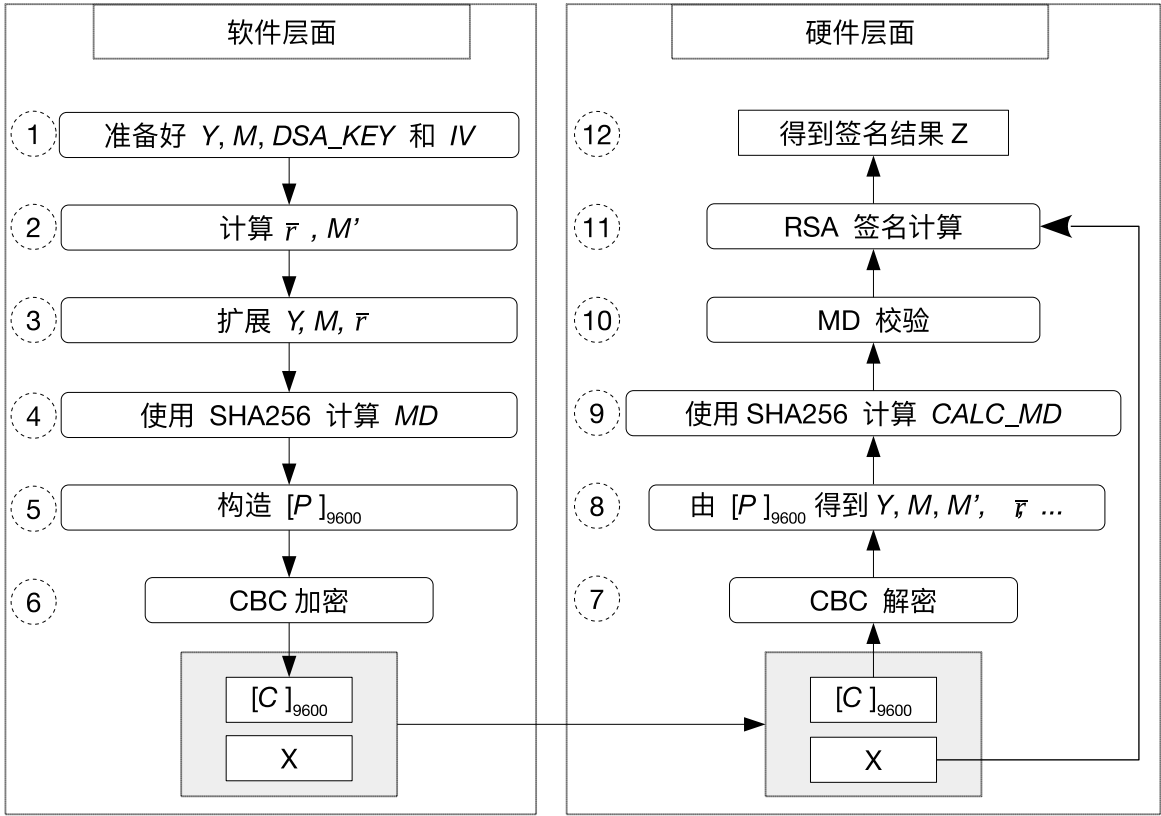

图 27.3-1. 软件准备工作与硬件工作流程
如果用户想使用 DSA 模块进行数字签名, 则需要提前做好软件准备工作, 如图 27.3-1 所示。图中左半部分列出了在硬件开始 RSA 签名计算之前软件需要做的准备工作, 右半部分则列出了硬件在整个签名计算过程中的计算流程。
1. 即便有多次签名计算，也只需进行一次软件准备工作（图 27.3-1 左侧），但每一次签名计算都需要重新进行硬件运算（图 27.3-1 右侧）。
用户需要依照图 27.3-1 左侧中指定的步骤来计算 C 。详细过程如下：
1. 解析阶段，即图 27.3-1 中的步骤 7 和步骤 8
解析过程是图 27.3-1 中步骤 6 的逆过程。DSA 模块将调用 AES 硬件加速器以 CBC 块模式对输入的密文信息 C 进行解密，获取明文信息。该过程可以表示为 $P = \text{AES-CBC-DEC}(C, DSA\_KEY, IV)$ 。其中， IV 就是 $[IV]_{128}$ ，由用户直接指定； $[DSA\_KEY]_{256}$ 由：
2. 校验阶段，即图 27.3-1 中的步骤 9 和步骤 10
DSA 模块会执行两种校验操作：MD 校验和填充 (padding) 校验。由于填充校验和 MD 校验同步进行，因此填充校验未在图 27.3-1 中体现。
3. 计算阶段，即图 27.3-1 中的步骤 11 和步骤 12